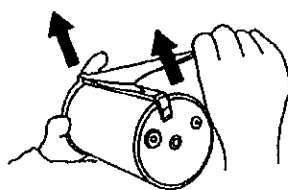

図6-2-2
- ② 円筒ドラムを上から見て、「用紙押さえ」の両端のツマミを同時に上方へ持ち上げ、記録用紙の方向を合わせて、折曲部(OUT側)を「用紙押さえ」に引っかけて円筒ドラムに巻き込みます。(用紙の下部をドラムの下部に合わせます)(図6-2-2)